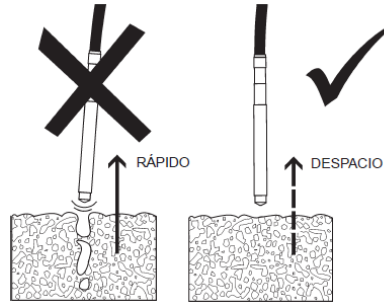

Figura 5
- 5.3.5 Es muy importante que al sacar el vibrador de concreto fuera de la mezcla, este movimiento sea lo más lentamente posible para permitir que el espacio ocupado por el mismo sea ocupado ahora por concreto. Ver figura 5.